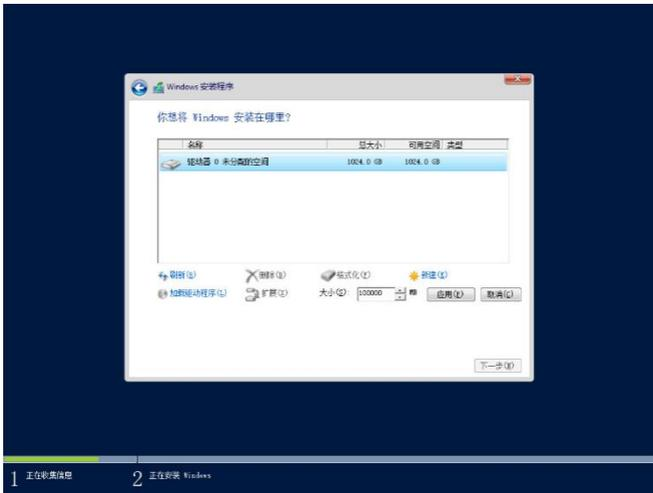

图 6-8
- i. 单击新建按钮, 对磁盘进行分区。图中硬盘及分区大小仅供参考, 通常安装 Windows Server 2012 建议系统磁盘的空间不小于 50G。如图 6-8 所示。